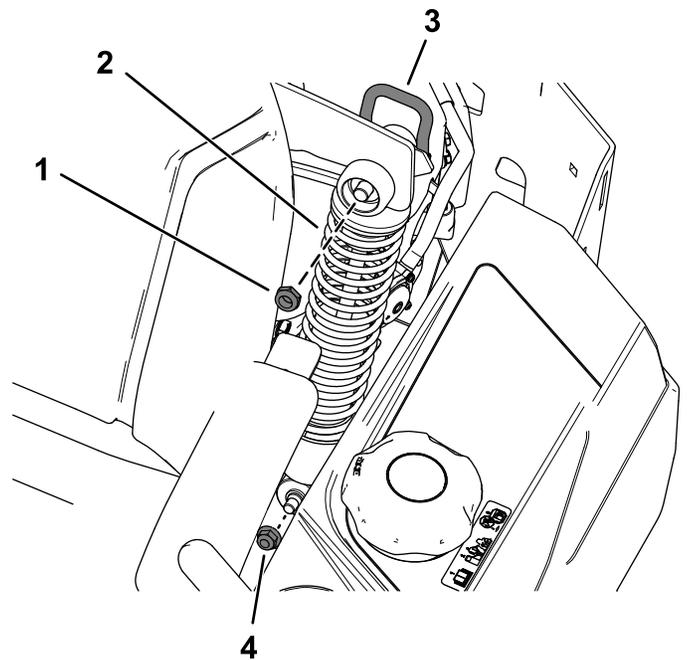

Figure 1
1. Retirez le contre-écrou de came ($\frac{1}{2}$ " qui fixe le haut du ressort arrière existant (Figure 1).
2. Retirez l'écrou à embase ($\frac{3}{8}$ " qui fixe le bas du ressort arrière existant (Figure 1).
3. Déposez le ressort arrière existant (Figure 1).
1. Montez le nouveau ressort arrière à l'aide du contre-écrou de came ($\frac{1}{2}$ " et de l'écrou à embase ($\frac{3}{8}$ ") retirés précédemment, comme montré à la Figure 1.